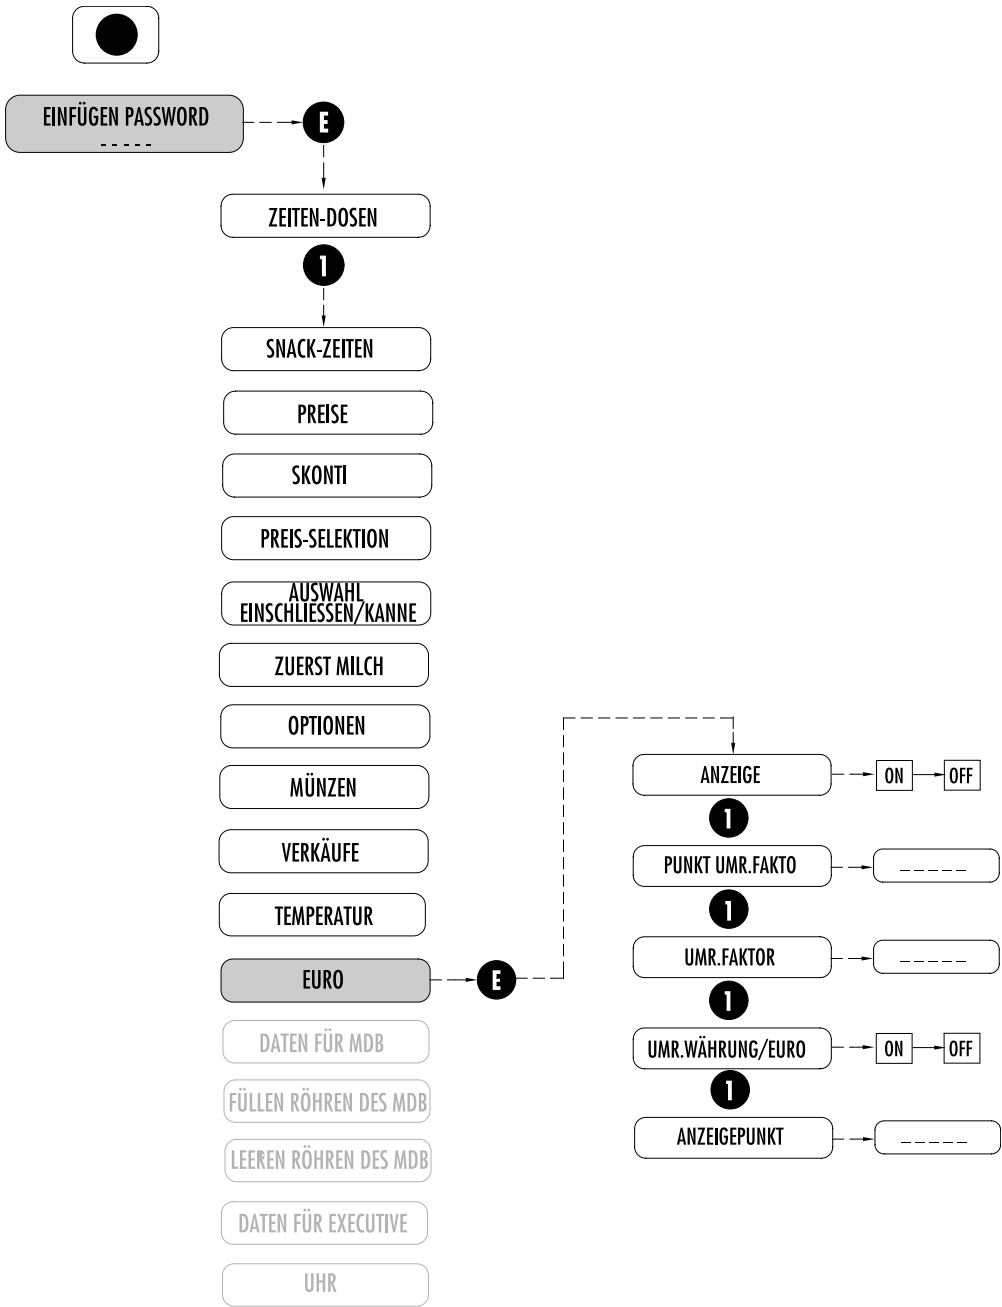

Abb.7.15
7.2.12 OPTIONEN EURO (Abb. 7.15)